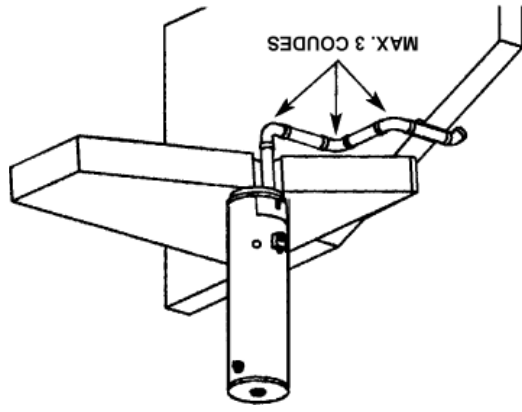

FIGURE 22.
6. La tuyauterie d'entrée d'aire de ventilation peut être installée avec un maximum de 3 coudes, voir Figure 22.